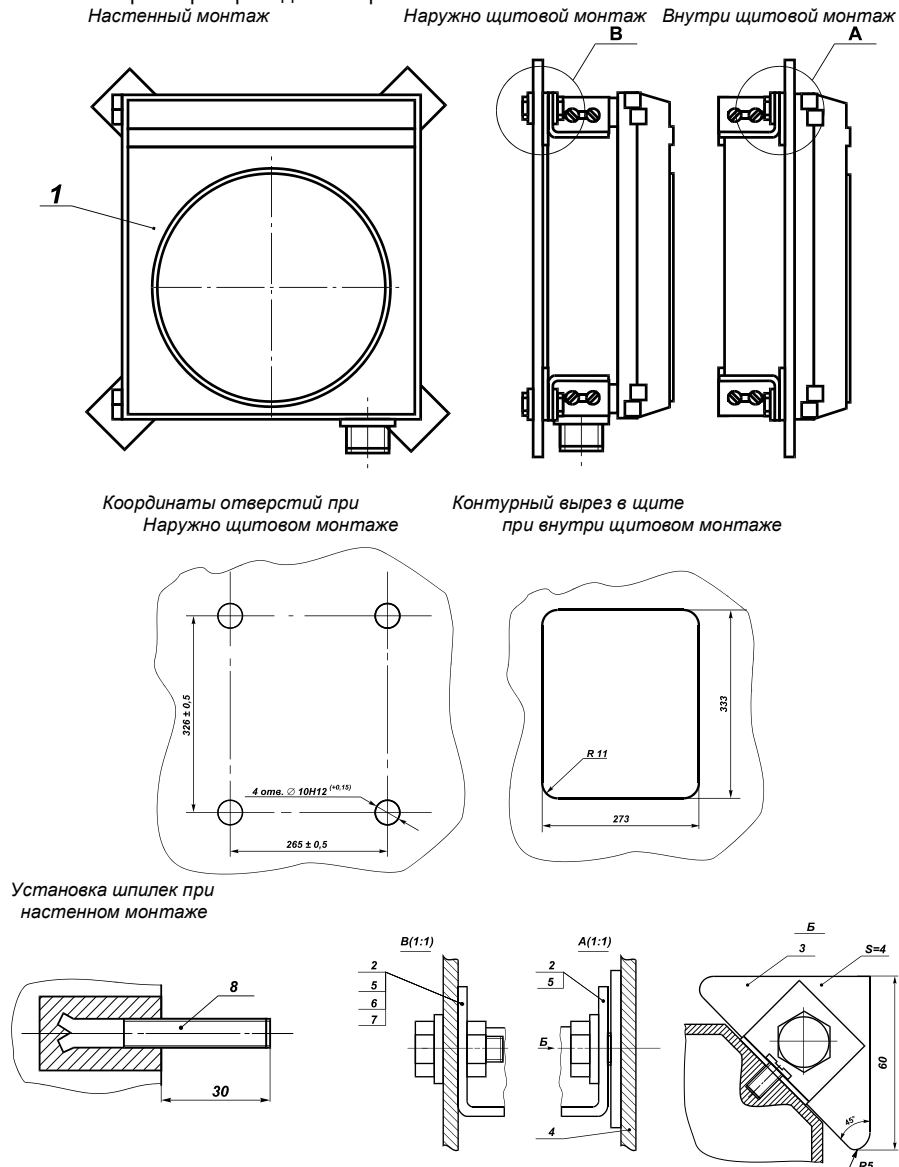

Рис. 2 Монтажный чертеж.
4.1 Монтажные размеры приведены на рис. 2.